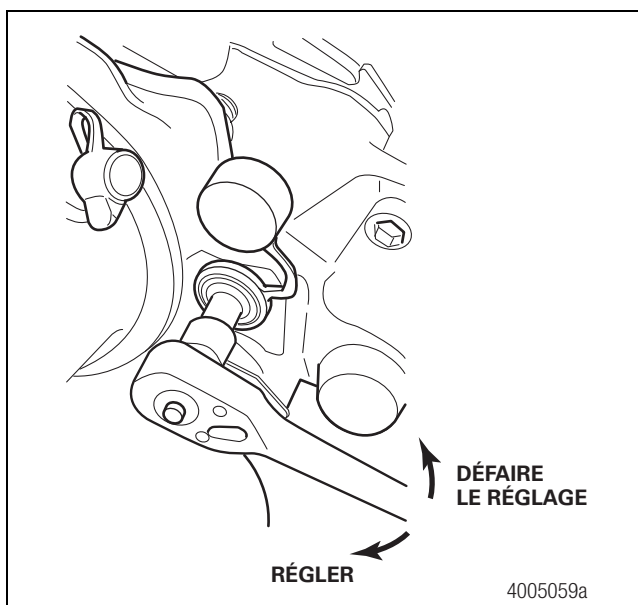

Figure 5.14
1. Pour les extrémités de roues avec freins à disques, dévisser l'étrier de frein jusqu'à ce qu'il y ait un jeu d'environ 1,588 mm (1/16 po) ou plus entre le rotor et la garniture du frein. Se reporter au manuel d'entretien MM-0467, Air Disc Brake (Freins à disques pneumatiques) pour plus d'information sur l'inspection et le réglage des freins à disques DiscPlus™ EX225. Pour obtenir cette brochure, veuillez vous reporter à la page Remarques concernant l'entretien, sur la couverture intérieure de ce manuel. Figure 5.14.